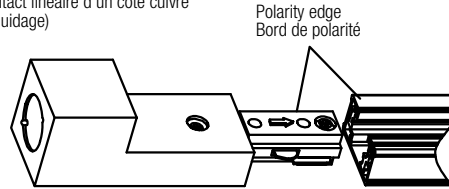

Fig. 7
3. Position open ends of tracks as shown in Fig. 7.
3. Positionnez les extrémités ouvertes des rails comme indiqué à la figure 7.